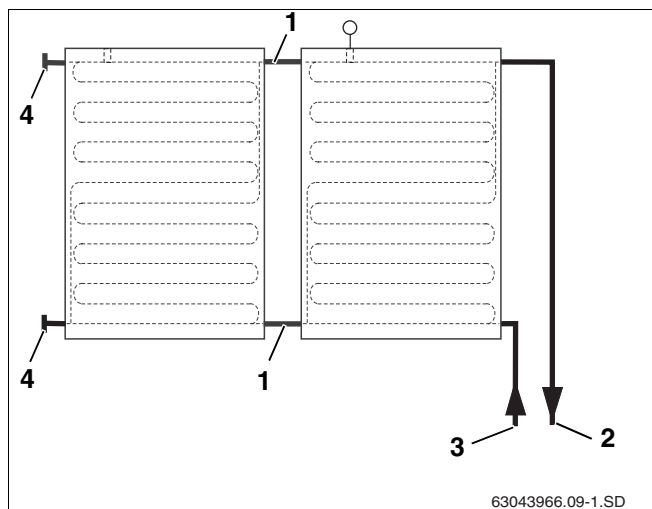
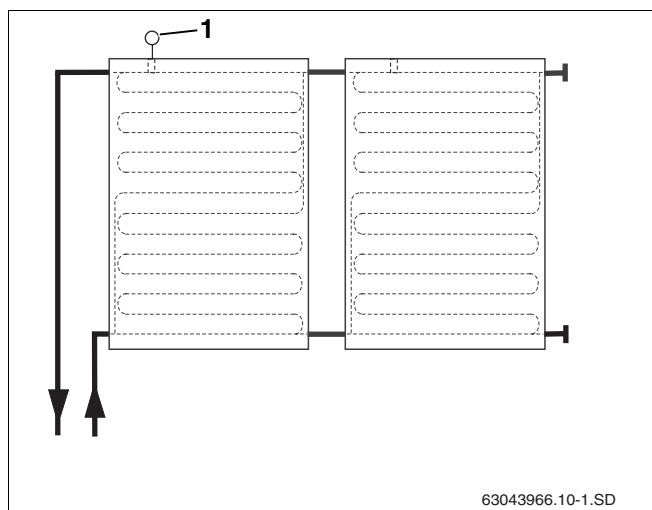

Fig. 17 Allacc. idraulico lato destro fino a max. 5 collettori
Fig. 18 Allacc. idraulico lato sinistro fino a max. 5 collettori
I collettori devono essere montati in maniera tale che i pozzetti per la sonda dei collettori (fig. 18, **pos. 1**) siano nella parte superiore.
Le tubazioni di connessione per la mandata e il ritorno potranno essere collegate a destra (fig. 17) o a sinistra (fig. 18). In queste istruzioni, le tubazioni di connessione della mandata e ritorno sono state rappresentate sul lato destro.
L'allacciamento su un unico lato può essere realizzato con una fila costituita da max. 5 collettori (fig. 17 e fig. 18).